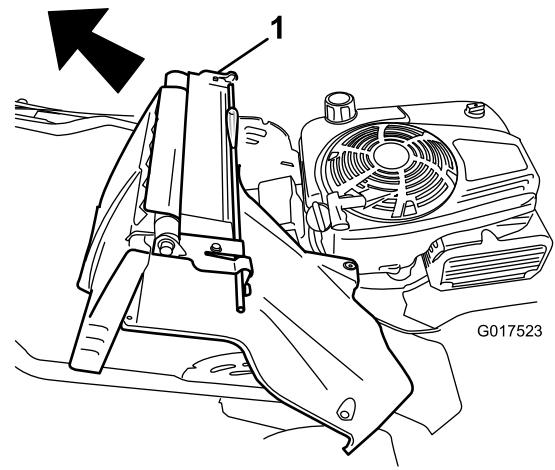

Figura 36
7. Retire el deflector trasero y la palanca de bloqueo (Figura 36).